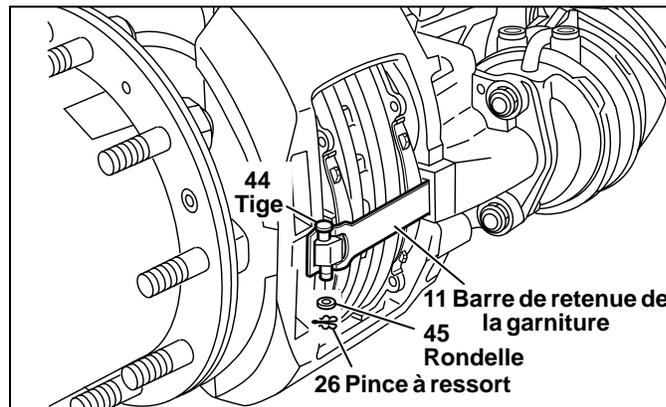

FIGURE 23 - DÉPOSE DE LA BARRE DE RETENUE
Cf. Figure 23. Tout en appuyant sur la barre de retenue de la garniture (11), déposer et conserver la bride (26), la rondelle (45) et la tige (44). Déposer la barre de retenue de la garniture (11). Bendix recommande que ces pièces soient remplacées par des pièces neuves (Voir les troussees et les pièces disponibles, Section 5.0).